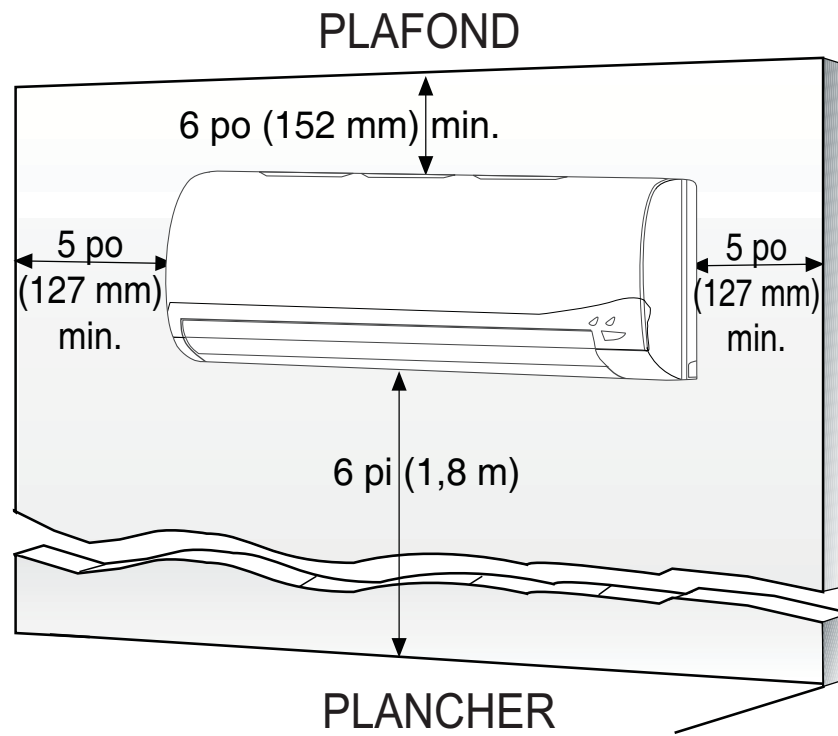

Figure 6 – Dégagement du module intérieur
Laissez suffisamment d'espace pour permettre la circulation d'air et l'entretien de l'appareil. Consultez la fig. 6 pour connaître les distances minimales requises entre l'appareil et les murs ou les plafonds.
- Emplacement qui fournit les dégagements appropriés (consultez la figure 6).
2. La plaque de montage doit être placée horizontalement et de niveau au mur. Tous les dégagements minimaux indiqués dans la figure 6 doivent être respectés.